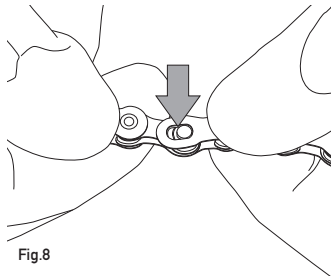

Fig.8
- Introduzca los pasadores en la zona de mayor diámetro de las ranuras del C-Link™ (Fig. 8).